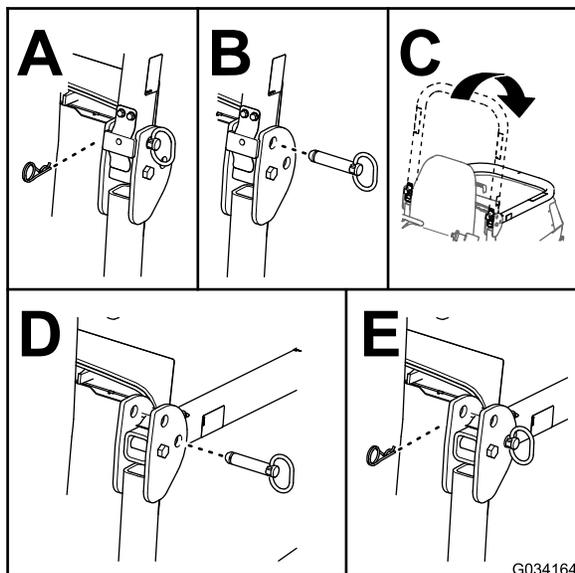

Рисунок 33
2. Извлеките шплинты и штифты из защитной дуги (Рисунок 33).
3. Опустите защитную дугу и зафиксируйте ее на месте штифтами и шплинтами (Рисунок 33).